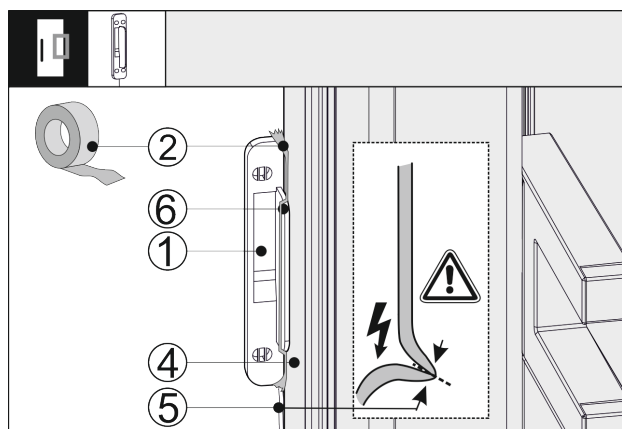

Fig. 43
- Postavite senzor kucanja Fig. 43 (1) na bočnu stranu vrata uređaja Fig. 43 (4) tako da graničnik Fig. 43 (6) naliježe Fig. 43 (4) na vrata uređaja. Senzorski je kabel Fig. 43 (5) lagano zategnut i isto tako naliježe na Fig. 43 (4) vrata uređaja.
- Senzor kucanja Fig. 43 (1) fiksirajte Fig. 43 (2) ljepljivom trakom. Senzor kucanja poslije se vijcima učvršćuje na prednju stranu elementa.